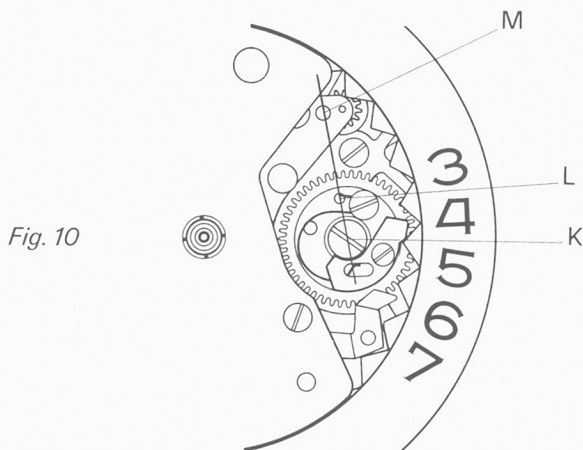
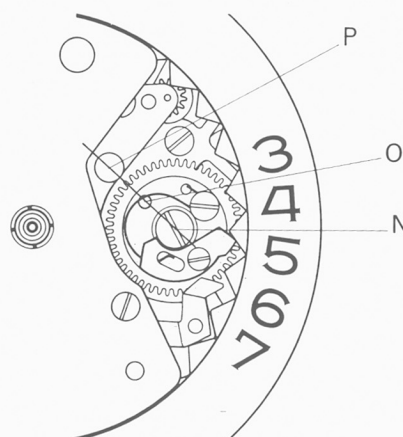

Fig. 10
Fig. 11
1. **Pour que le saut final de l'indicateur de quantième se fasse à minuit:** décaler la roue entraîneuse jusqu'à ce que son centre K, le trou de ressort L et le trou de vue M se trouvent sur une ligne droite (fig. 10). Remettre la vis.
2. **Pour que le saut final de l'indicateur de quantième se fasse à 1 h. 30:** décaler la roue entraîneuse jusqu'à ce que son centre N, le trou de repère O et la tête du tenon du renvoi double du quantième P se trouvent sur une ligne droite (fig. 11). Remettre la vis.
1. **To make the date indicator jump at midnight:** turn the date indicator driving wheel until its center K, the spring hole L and the view hole M are in a straight line (fig. 10). Tighten the screw.
2. **To make the date indicator jump at 1.30 a.m.:** turn the date indicator driving wheel until its center N, the marking hole O and the head of the double calendar setting wheel pin P are in a straight line (fig. 11). Tighten the screw.
Selon l'heure prévue pour le saut de l'indicateur de quantième, tourner par la tige de remontoir mouvement le quantième jusqu'à ce que la roue entraîneuse de quantième se trouve dans la position fig. 10 ou fig. 11. Poser le disque-cadran de sonnerie, l'index visant 12 h. Poser le cadran. Faire sonner à 12 h. Poser les aiguilles sur 12 h. Avant de les chasser, contrôler le déclenchement de sonnerie et le saut du quantième. Le saut final de l'indicateur doit avoir lieu entre 24 h. et 0 h. 20 resp. 1 h. 15 et 1 h. 45.
According the desired time for the date indicator to jump, turn the calendar by the movement stem until the date indicator driving wheel is in the position shown either on fig. 10 or on fig. 11. Put the alarm dial disc in place with the index at 12 o'clock. Put the dial in place. Make it ring at 12 o'clock. Put the hands in place and, before tightening them, check accuracy of alarm ringing and date jump. The date jump must occur between midnight and 0.20 a.m. or 1.15 and 1.45 a.m.